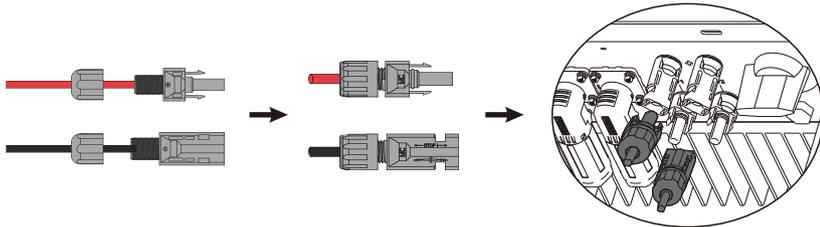

Figura 4.1-3 El conector PV está conectado al inversor
Paso 3. Atornille la tapa y conéctela al lado del inversor. Habrá un sonido clic si los conectores se insertan correctamente en los conectores PV. Ver figura 4.1-3.